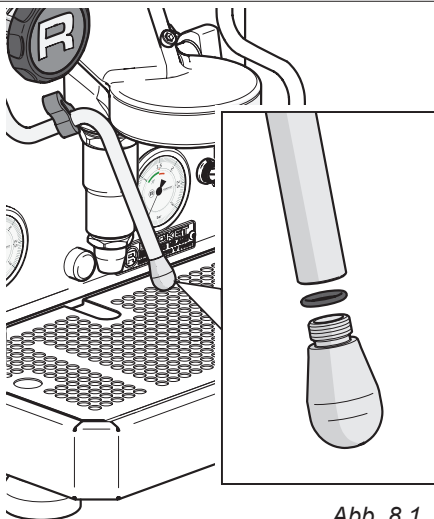

Abb. 8.1
2. Falls die Düse mit eingetrockneter Milch verstopft sein sollte, die Düse abschrauben und mit einer Büroklammer reinigen (Abb. 8.1).